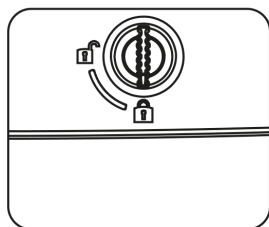

рис. 8
1. снимите крышку для доступа к свече зажигания (рис. 8);